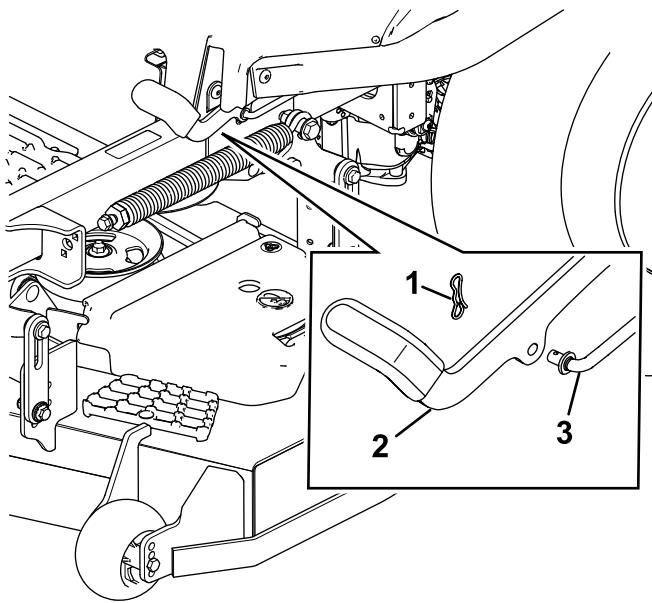

Figura 62
6. Si es necesario un ajuste, quite el freno de estacionamiento. Retire el pasador del eje del acoplamiento del freno (Figura 62).